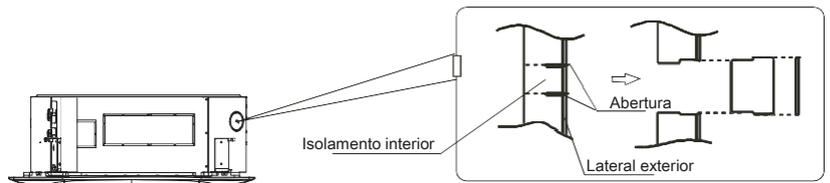

Fig.5-4
- Corte o isolamento interior do equipamento com um cortador. (Consulte a Fig.5-4)